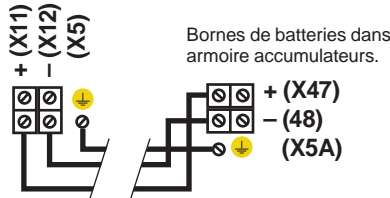

Fig. 22. Connexion système avec un armoire de batteries.
- Branchez le tuyau de câbles, normalement fourni, entre les bornes (X11) - (X12) du système et les (X47) - (X48) de l'armoire ou chantiers de batteries, respectant la couleur des câbles (rouge pour (+), noir pour (-) et vert-jaune pour le terre de liaison (⊕)) ainsi que la polarité indiquée sur l'étiquetage de l'équipement (voir Fig. 22).